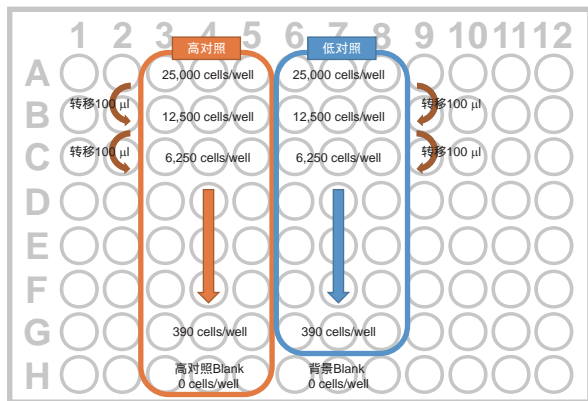

图3 预实验96孔板细胞梯度配置例
- 3) 如图3所示，向96孔板中A行 (高对照和低对照各3个孔) 加入100 μ l细胞悬液后，用多通道移液器按1/2比例用培养基稀释成一个系列细胞梯度。